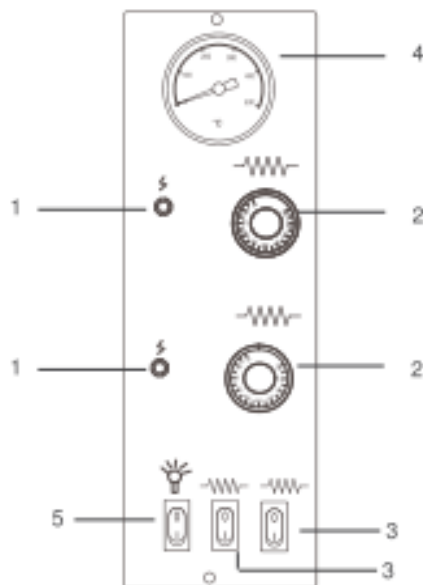
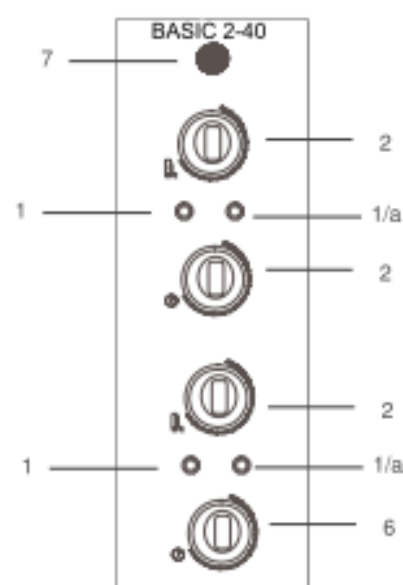

Fig. 1
Fig. 3
- 3) Ponga el interruptor de las resistencias (FIG.1;2 - Ref.3) en la pos."I"; para el horno 2/40: pulse el interruptor general (FIG. 3 - Ref.7)
- 4) Active el funcionamiento de las resistencias poniendo los termostatos (FIG 1;2;3-Ref. 2) a la temperatura de 150 °C indicada en la rueda; se encenderán los pilotos luminosos correspondientes, que indican el funcionamiento de las resistencias usadas
- 6) Desactive el funcionamiento de las resistencias poniendo los termostatos (FIG.1;2;3 - Ref.2) en la pos."0"; se apagarán los pilotos luminosos correspondientes; para el horno 2/40: pulse el interruptor general y desactive las resistencias;
- 8) Vuelva a cerrar la puerta y repita la operación descrita en el punto 4) poniendo los termostatos (FIG.1;2 - Ref.2) a la temperatura de 400 °C indicada en la rueda; para el horno 2/40: ponga los termostatos (FIG.3 - Ref. 2) a la temperatura de 350°C.
- 10) Desactive el funcionamiento de las resistencias poniendo los termostatos (FIG. 1;2;3 Ref. 2) en la pos. "0";
- 3) Leve o interruptor das resistências (FIG.1;2 Ref.3) à pos."I"; Para o forno 2/40: carregue no interruptor geral (FIG. 3 - Ref.7)
- 4) Active o funcionamento das resistências levando os termostatos (FIG 1;2;3-Ref. 2) à temperatura de 150 °C indicada no botão. Acender-se-ão as respectivas luzes de aviso vermelhas que indicam o funcionamento das resistências em uso
- 6) Desactive o funcionamento das resistências colocando os termostatos (FIG. 1;2;3-Ref. 2) na posição "0" e apagar-se-ão as respectivas luzes de aviso; Para o forno 2/40: carregue no interruptor geral e desactive as resistências;
- 8) Volte a fechar a porta e repita a operação descrita no ponto 4) colocando os termostatos (FIG. 1;2 Ref.2) à temperatura de 400 °C indicada no botão; Para o forno 2/40: ponha os termostatos (Fig. 3 - Ref. 2) na temperatura de 350 ° C.
- 10) Desactive o funcionamento das resistências colocando os termostatos (FIG. 1;2;3 Ref. 2) na pos. 0
- 3) Placez l'interrupteur des résistances (FIG.1;2 Réf.3) en pos. « I » ; Pour le four 2/40 : appuyez sur l'interrupteur général (FIG. 3 - Réf. 7)
- 4) Activez le fonctionnement des résistances en plaçant les thermostats (FIG 1;2;3 - Réf. 2) à la température de 150°C indiquée sur le bouton. Les voyants lumineux rouges correspondant s'allument, signalant le fonctionnement des résistances
- 6) Désactivez le fonctionnement des résistances en plaçant les thermostats (FIG. 1;2;3 - Réf. 2) en position « 0 » et les voyants lumineux correspondant s'éteindront ; Pour le four 2/40 : appuyez sur l'interrupteur général et désactivez les résistances ;
- 8) Refermez la porte et répétez l'opération décrite dans le point 4) en plaçant les thermostats (FIG. 1; 2 Réf.2) à la température de 400 °C indiquée sur le bouton; Pour le four 2/40: placez les thermostats (Fig. 3 - Réf. 2) à la température de 350 ° C.
- 10) Désactivez le fonctionnement des résistances en plaçant les thermostats (FIG. 1;2;3 Réf. 2) en pos. « 0 » ;
12) Con el horno 2/40 se puede regular el tiempo de cocción ajustando los segundos mediante el temporizador (**FIG.3 - Ref.6**). Al agotarse el tiempo ajustado se desactivarán las resistencias. Para elegir el modo de cocción continuo, ponga la rueda del temporizador (**FIG.3 - Ref.6**) en **“ON”** girándola en sentido contrario al de las agujas del reloj.
- 2) Ponga el interruptor de las resistencias (**FIG.1;2 - Ref.3**) en la **pos.”I”**; **para el horno 2/40**: pulse el interruptor general (**FIG. 3 - Ref.7**);
- 3) Active el funcionamiento de las resistencias poniendo los termostatos (**FIG 1;2;3-Ref. 2**) a la temperatura de 150 °C indicada en la asa; Se encenderán los pilotos luminosos correspondientes, que indican el funcionamiento de las resistencias usadas;
- 4) Una vez que el horno ha alcanzado la temperatura deseada (véase el punto **9**) de este apartado), visible en el termómetro (**FIG.1 Ref.4**), se puede introducir en el horno la pizza para su cocción;
- 6) Para iluminar el interior de la cámara de cocción pulse el interruptor de la lámpara del horno (**FIG.1-Ref.5**);
12) Com o forno 2/40 é possível regular o tempo de cozedura configurando os segundos com o timer (**FIG.3 Ref.6**). Ao fim do tempo configurado, desactivar-se-ão as resistências. Para escolher o modo de cozedura contínuo coloque o botão do timer (**FIG.3 Ref.6**) em **“ON”** rodando-o para a esquerda.
- 2) Leve o interruptor das resistências (**FIG.1;2 Ref.3**) à **pos.”I”**; **Para o forno 2/40**: carregue no interruptor geral (**FIG. 3 - Ref.7**)
- 3) Active o funcionamento das resistências colocando os termostatos (**FIG. 1;2-Ref. 2**) na temperatura desejada indicada no puxador. Acender-se-ão as respectivas luzes de aviso que indicam o funcionamento das resistências em uso;
- 4) Logo que o forno tenha atingido a temperatura desejada (veja ponto **9**) do presente parágrafo), visível no termómetro (**FIG. 1-Ref. 4**), é possível inserir no forno a pizza para a cozedura;
- 6) Para iluminar o interior da câmara de cozedura carregue no interruptor da lâmpada forno (**FIG. 1-Ref. 5**);
12) Avec le four 2/40, il est possible de régler le temps de cuisson en réglant les secondes avec le minuteur (**FIG. 3 Réf. 6**). Une fois le temps réglé terminé, les résistances se désactivent. Pour choisir le mode de cuisson continu, placez le bouton du minuteur (**FIG. 3 Réf. 6**) sur « ON » en le tournant vers la gauche.
- 2) Placez l'interrupteur des résistances (**FIG.1;2 Réf.3**) en **pos. « I »** ; **Pour le four 2/40** : appuyez sur l'interrupteur général (**FIG. 3 - Réf. 7**) ;